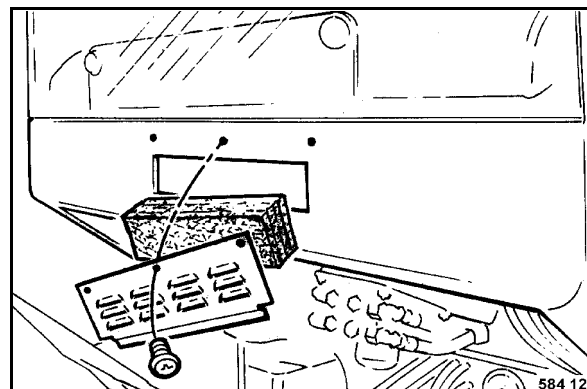

Fig. 197
- Dévisser les vis de fixation de la grillage d'aération (Fig. 197) puis retirer le filtre.